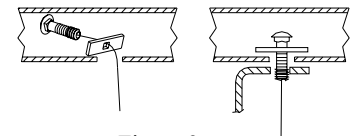

Figure 3.
- Faire passer la deuxième série d'espaceur et boulon à travers le trou élargi puis revenir vers l'extérieur, comme illustré à la Figure 3. Laisser le fil de tirage lié aux pièces de visserie. Procéder ainsi pour les deux longerons du châssis.